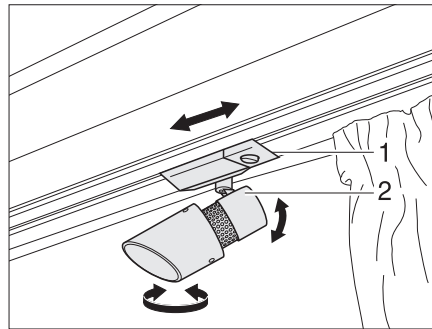

Fig. 66 Spot
- Saisir le boîtier (Fig. 66,2) et le tourner.
- Saisir le support (Fig. 66,1).